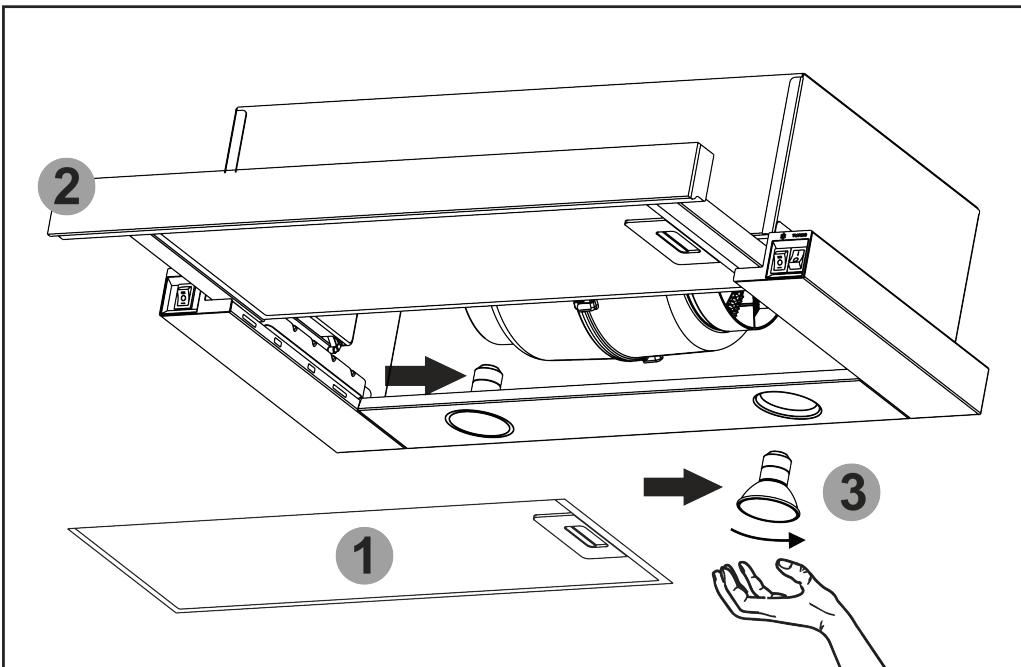

Рис.7
8.9 На витяжці встановлені **LED SMD** лампи для освітлення робочої зони плити. Перед початком заміни ламп освітлення необхідно відключити витяжку від електромережі, дати можливість охолонути лампам. Для заміни лампи необхідно зняти алюмінієвий фільтр **1**, витягнути висувну панель з фільтром **2**, віджати тримач патрона на себе, щоб лампа **3** вийшла з корпусу витяжки, утримуючи тримач патрона, злегка надавити на лампу в напрямку патрона і, повернувши її проти годинникової стрілки, вийняти з корпусу витяжки (**рис.7**).